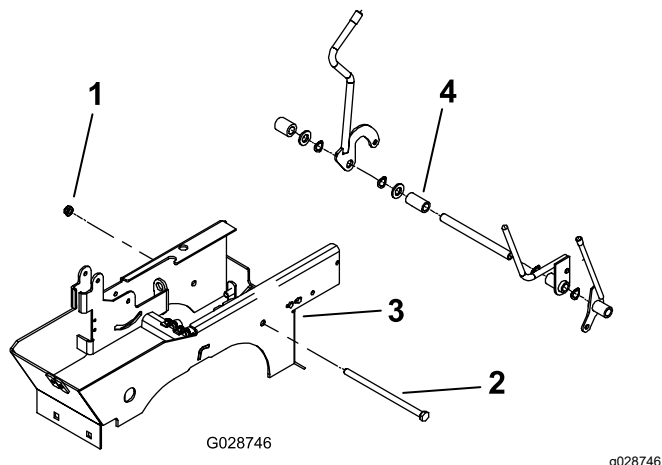

Figure 7
- Retirez l'écrou et le boulon qui fixent les leviers de console au support de leviers (Figure 7) et déposez l'ensemble leviers du support.
- Retirez l'entretoise (Figure 7) de l'ensemble et posez le levier de PDF neuf à son emplacement sur le tube de pivot.